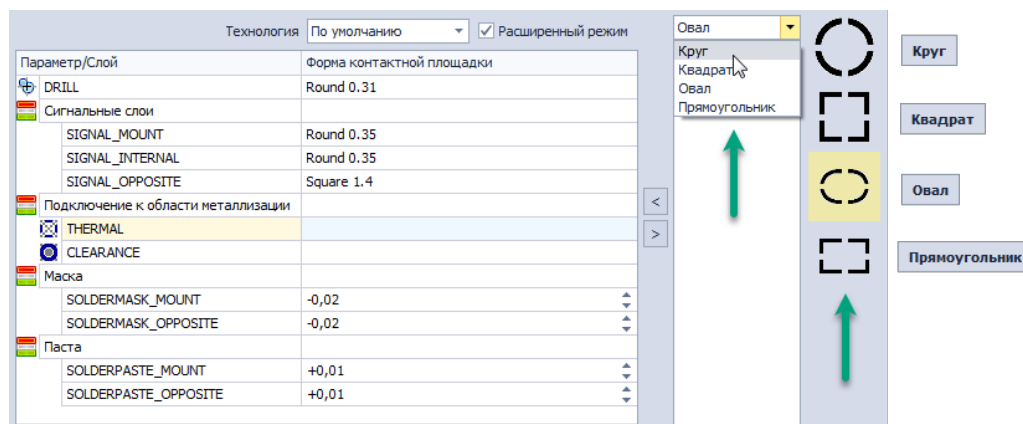

Рис. 66 Выбор формы термобарьера
3. Выбрать форму термобарьера из перечня в правой части окна либо воспользоваться выпадающим списком, см. Рис. 66. Для выбора доступны следующие формы: круг, квадрат, овал, прямоугольник.